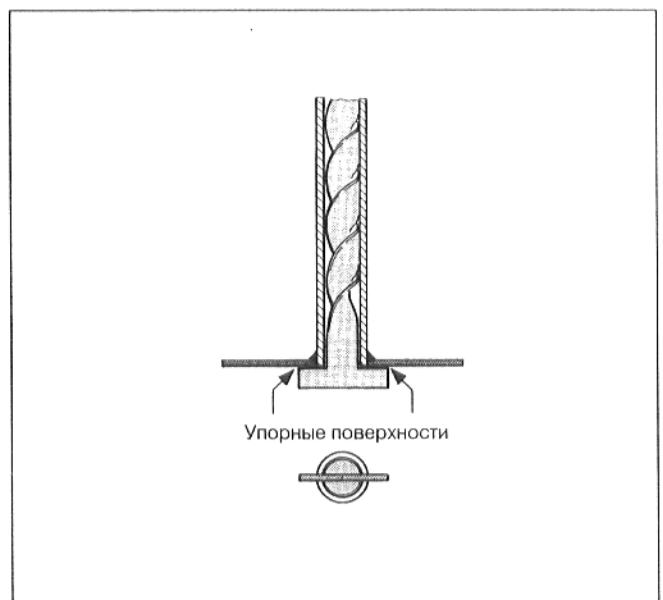

Рис. 27
- Удостовериться в том, что завихрители своими упорными поверхностями с торцевой стороны прилегают в горизонтальной плоскости к подключаемой трубе отопления (Рис. 27).
При этом обеспечить, чтобы упорные поверхности с торцевой стороны прилегли в горизонтальной плоскости к подключаемой трубе отопления (Рис. 27).